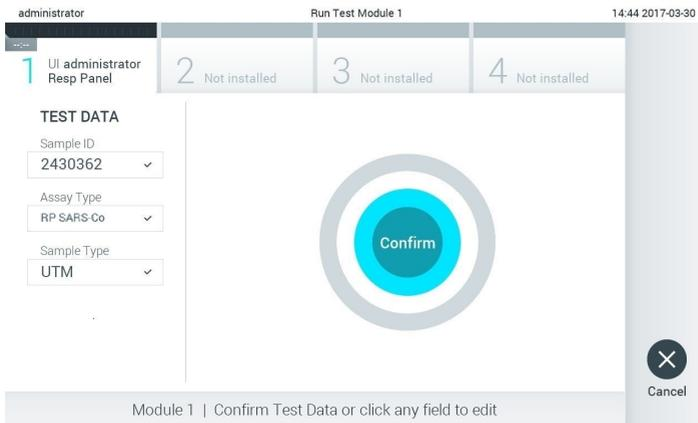

Figura 27. Confirmación de introducción de datos.
18. Pulse Confirm (Confirmar) cuando todos los datos que se muestren sean correctos. Si es necesario, seleccione el campo que corresponda para modificar su contenido o pulse Cancel (Cancelar) para cancelar la prueba (figura 27).